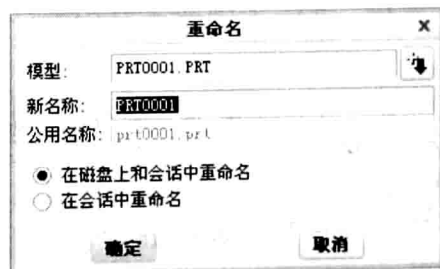

图 1-15 “重命名”对话框
Step1 执行“文件”|“管理文件”|“重命名”菜单命令，打开图 1-15 所示的“重命名”对话框。